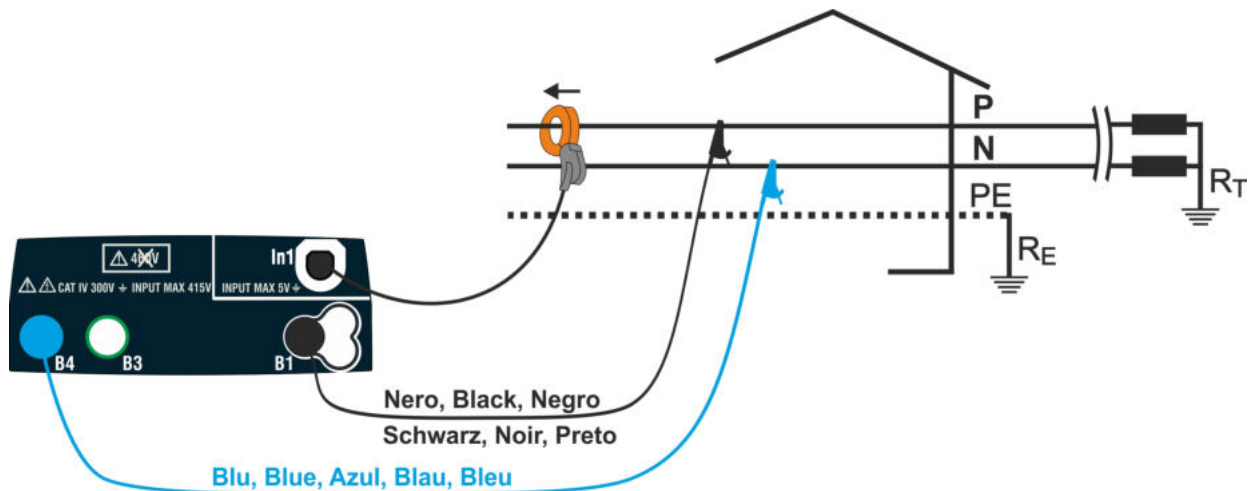

Fig. 38: Collegamento per misura su impianto Monofase
- **FS** → Questo tasto permette di selezionare il fondo scala (FS) dei trasduttori a pinza utilizzabili con lo strumento. Sono disponibili i seguenti valori: **1A, 5A, 10A, 30A, 40A, 100A, 200A, 300A, 400A, 1000A, 2000A, 3000A**
3. Inserire i connettori blu e nero dei cavi singoli nei corrispondenti terminali di ingresso dello strumento B4, B1. Inserire all'estremità dei cavi rimasta libera i corrispondenti coccodrilli o puntali. Connettere i coccodrilli, puntali alla fase P e N in accordo alla Fig. 38 per la misura della tensione in sistemi Monofase. Collegare la pinza esterna all'ingresso **In1** dello strumento e al conduttore di fase per sistemi Monofase. La freccia presente sulla pinza deve seguire il verso in cui fluisce la corrente, normalmente da generatore verso il carico come mostrato nella Fig. 38